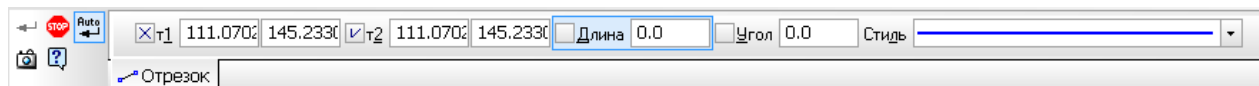

Рис. 2.2. Панель властивостей: **Отрезок**.
- клацніть на панелі інструментів, що з'явилася по кнопці  **Отрезок**. З'явиться Панель властивостей **Отрезок** (у нижній частині екрану) (рис. 2.2).